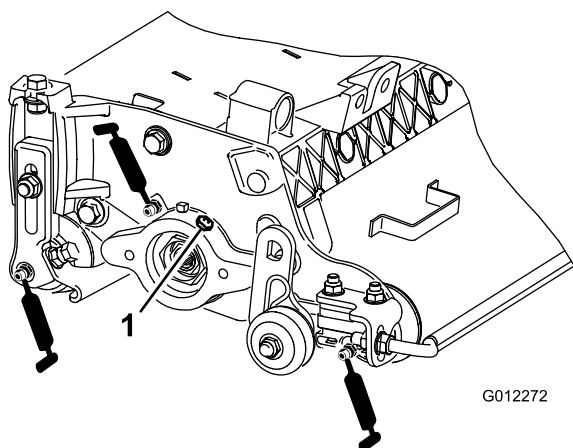

Figura 8
Figura 8 Cada unidade de corte vertical possui 6 bocais de lubrificação () que deverão ser lubrificados semanalmente com massa lubrificante nº 2 para utilizações gerais, à base de lítio.
2. Aplique a lubrificação até que se veja lubrificante limpo a sair dos vedantes do rolo e da válvula de descarga do rolamento (**Figura 8**).